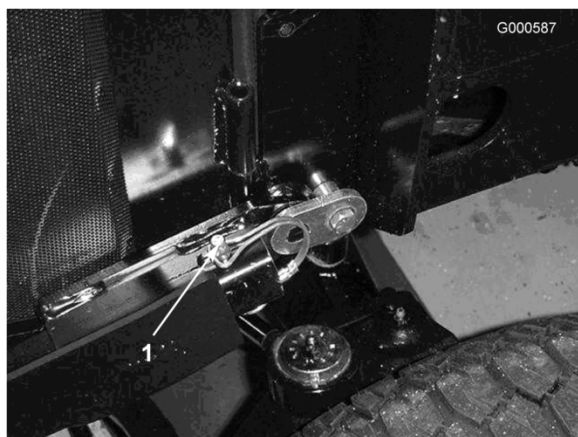

Figura 20
2. Desaperte o cordão do pino do capot, retire o pino e faça deslizar os tubos do capot para trás retirando-os dos guias (Figura 20).